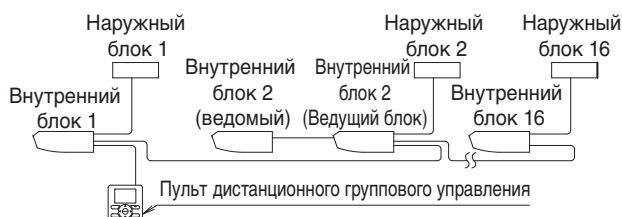

Рис. 34
- При использовании в качестве сдвоенного блока или ведущего блока в режиме одновременной работы можно производить одновременное (групповое) управление пуском/остановом до 16 блоков включительно с помощью пульта дистанционного управления. (См. рис. 34)
- Подключите проводку моста между контактами (P1, P2) внутри блока управления для пульта дистанционного управления. (Полярность отсутствует.) (См. рис. 34 и Таблицу 3)